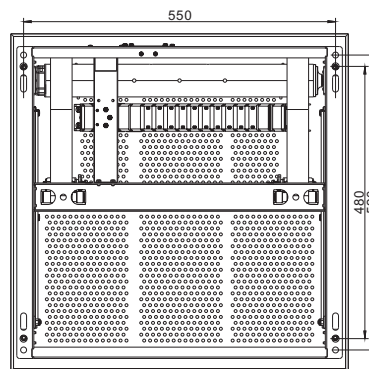
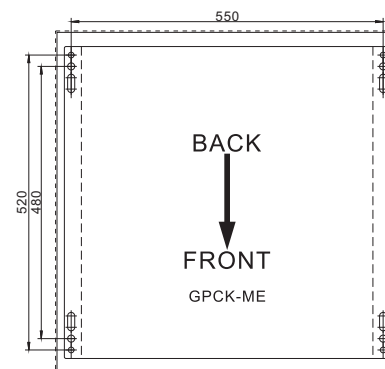

图5 安装孔距离
图6 天花打孔定位卡纸
3. 升降架的安装孔距离见图5，将附件的天花打孔定位卡纸 (图6) 贴到混凝土天花板上，按照定位卡纸上面的孔位在天花板打孔，安装四颗M8x80膨胀螺丝 (非附件)，把膨胀螺丝固定好 (拧紧膨胀螺丝本身所配的螺母)，并确认已经安装牢固；